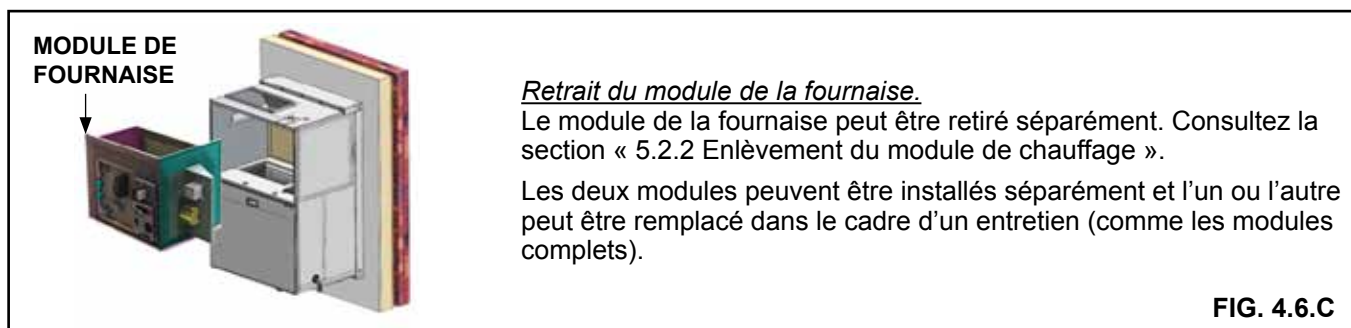

FIG. 4.6.C
- c. Le module de la fournaise peut également être retiré séparément (FIG. 4.6.C). Consultez la section « 5.2.2 Enlèvement du module de chauffage ».